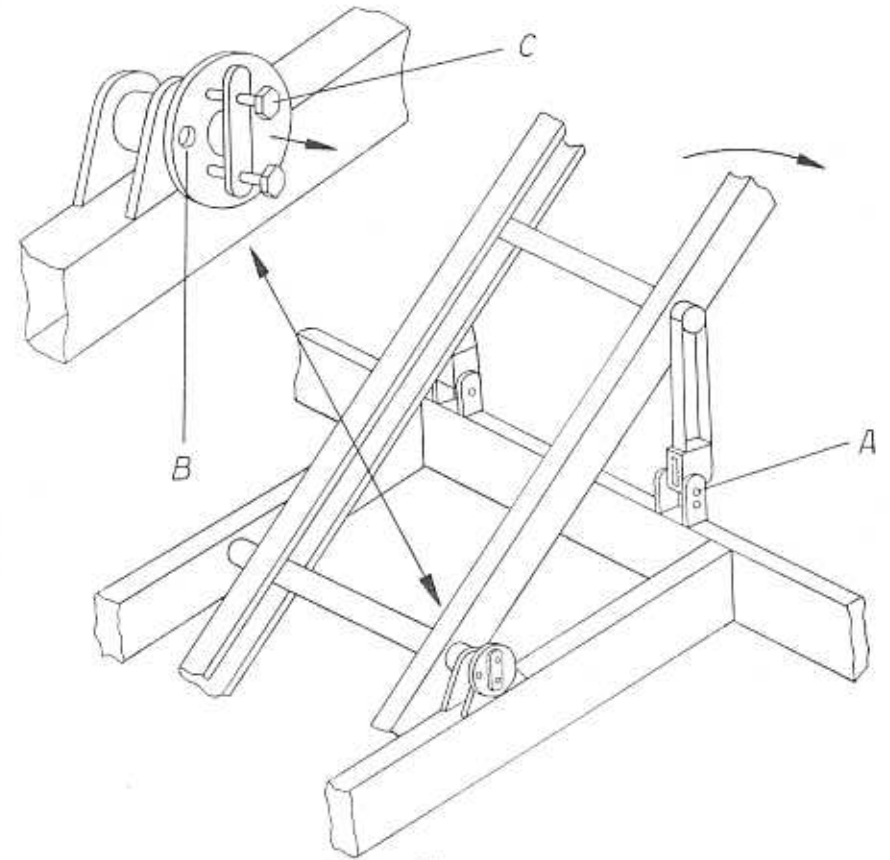

Abb. 16
6.3 Abbau des Höhenförderbandes: Abb. 16